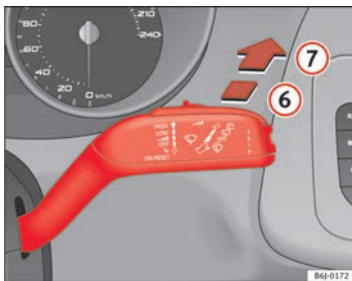

Abb. 64 Scheibenwischer- und Scheibenwaschhebel: Heckscheibenwischer
- Drücken Sie den Hebel nach vorne in Raste **6** ⇒ Abb. 64. Der Wischer arbeitet etwa alle 6 Sekunden. ▶
- Drücken Sie den Hebel ganz nach vorne in die Position **7** ⇒ Seite 110, Abb. 64. Die Waschanlage und der Scheibenwischer arbeiten gleichzeitig. Solange Sie den Hebel in dieser Position halten, arbeiten der Heckwischer und die Waschanlage.